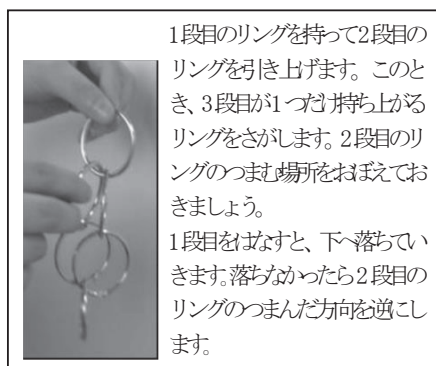

図5 リングの落とし方(遊び方)
- (2) 図 5 「リングの落とし方」とおとり 2 段目のリングをつまみます（図 7 → 図 8）。
- (3) いちばん上のリングをはなします。